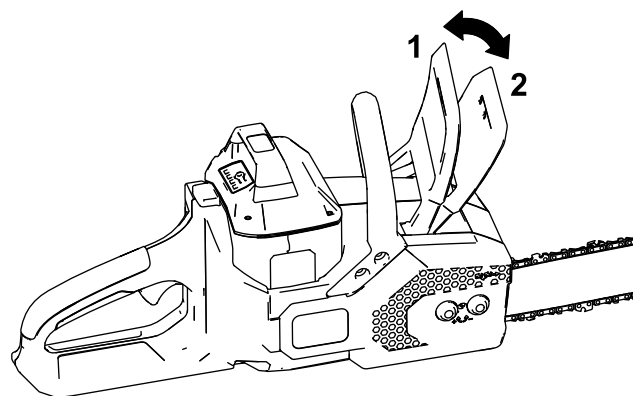

Figure 8
6. Vérifiez que le frein de chaîne est en position de MARCHE (Figure 8).
Quand vous n'utilisez pas la tronçonneuse ou que vous la transportez vers ou depuis la zone de travail, placez le frein de chaîne à la position d'ARRÊT (Figure 8).